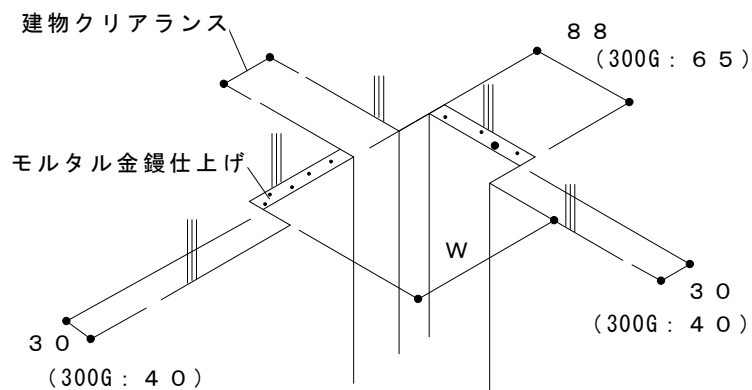

図 1
1. 建物のクリアランスは、変位量にあわせて仕上げてください。（図1、表1）それぞれの規定値よりも狭い場合には変形性能が確保できなくなる場合があります。